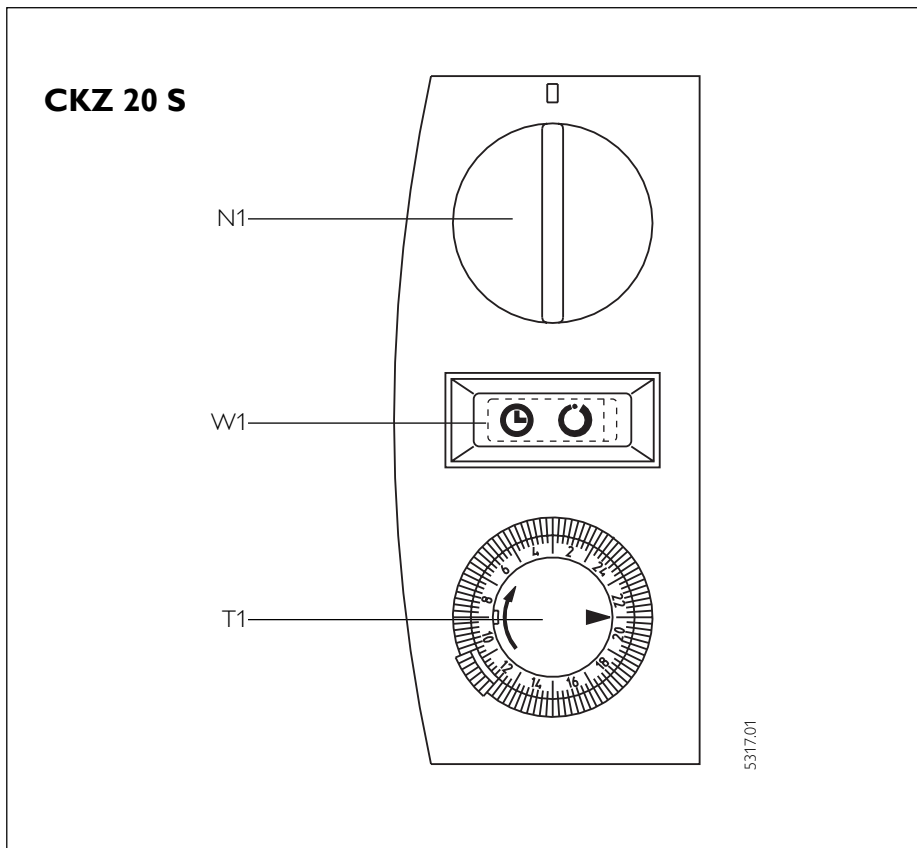

Abb. 6 / Fig. 6 / Afb. 6
### Bedienung CKZ 20 S (Abb. 6)
**Operating CKZ 20 S** (Fig. 6)
**Utilisation du CKZ 20 S** (fig. 6)
**Bediening CKZ 20 S** (afb. 6)
Wollen Sie die Heizung ausschalten, so drehen Sie den Temperatur-Wählknopf N1 bis zum Anschlag nach links. In dieser Stellung ist der Frostschutz nur dann gegeben, wenn der Schalter W1 auf „**0**“ steht (Abb. 6). Der Temperaturregler schaltet die Heizung automatisch ein, falls die Raumtemperatur in den Bereich etwas oberhalb der Frost-grenze absinkt. Zur Außerbetriebnahme: Netzstecker ziehen.
Wanneer u de verwarming wilt uitschakelen, dan draait u de temperatuur-keuzeknop N1 tot aan de aanslag naar links. Deze stand is de vorstvrij-stand, mits de schakelaar W1 op " I " staat (afb. 6). De thermostaat schakelt de verwarming automatisch in wanneer de binnentemperatuur tot beneden ca. 7 °C daalt. Wanneer u het toestel buiten werking wilt stellen, trekt u de stekker eruit.